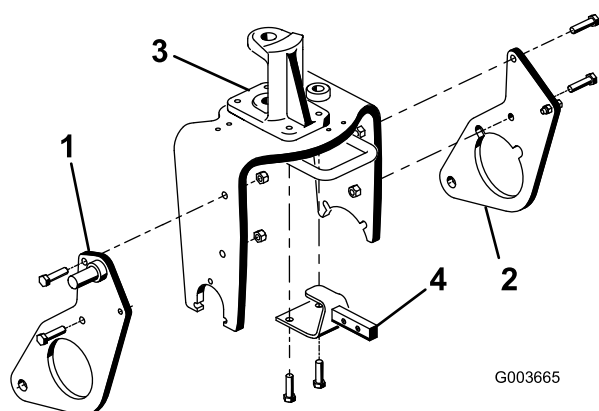

Figure 6
1. Montez sans serrer la plaque de support droite sur le côté droit de la fourche de roue pivotante avec 2 boulons (1/2 x 2 pouces) et contre-écrous, comme illustré à la Figure 6. Ne serrez pas les fixations.
2. Répétez la procédure pour la plaque de support gauche (Figure 6).
4. Enlevez et mettez au rebut les 2 boulons qui fixent le pivot de direction avant au sommet de la fourche de roue pivotante (Figure 6).
5. En vous aidant des trous de montage du pivot de direction et de la fourche de roue pivotante, fixez le support du bâti d'attelage à la face inférieure de la fourche au moyen de 2 boulons (1/2 x 1-3/4 pouces) (Figure 6). Il faudra peut-être dégonfler partiellement le pneu pour faciliter cette opération.